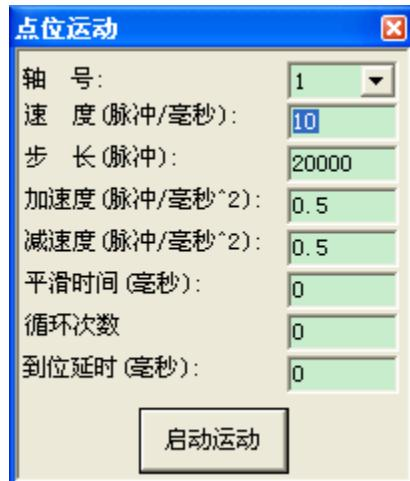

图 4-15 点位运动模块界面
- (1) 请确认控制器与端子板、端子板与驱动器之间已正确可靠地连接。
- (2) 请点击主界面菜单“视图”>“点位运动”，将会弹出点位运动模块对话框。如图 4-15 所示。
- (3) 选择控制轴号。然后输入运动参数，包括速度、步长、加速度、减速度及平滑时间。速度大于零、步长可正可负（正负决定运动方向）、加速度、减速度必须大于零、平滑时间[0, 50]。
- (4) “循环次数”为往返的次数，默认参数为 0。以图 4-15 中的参数为例，循环次数为 0 代表，第一轴按照设定的参数向前运动 20000 个脉冲，若循环次数设为 1，则第一轴先正向 20000，然后再负向运动 20000 个脉冲，以此类推。循环次数要大于等于零。
- (5) 点击“启动运动”，此时电机开始运动。